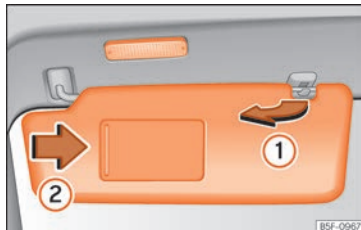

Abb. 146 Sonnenblende.
- Die Sonnenblende kann aus der Halterung herausgezogen und zur Tür »» » Abb. 146 ① geschwenkt werden.
In der heruntergeklappten Sonnenblende befindet sich hinter einer Abdeckung ein Make-up-Spiegel. Beim Aufschieben der Abdeckung »» » Abb. 146 ② leuchtet eine Leuchte auf.